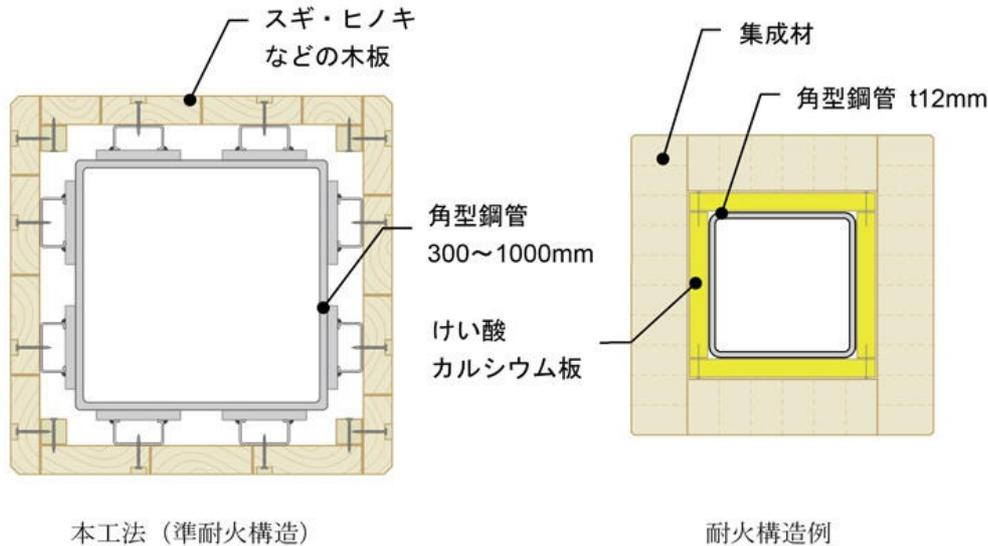

図1 本工法による準耐火構造と耐火構造の柱断面比較
1. 木材のみで容易に耐火被覆と現場施工ができ、コストの削減も可能 (図1参照)